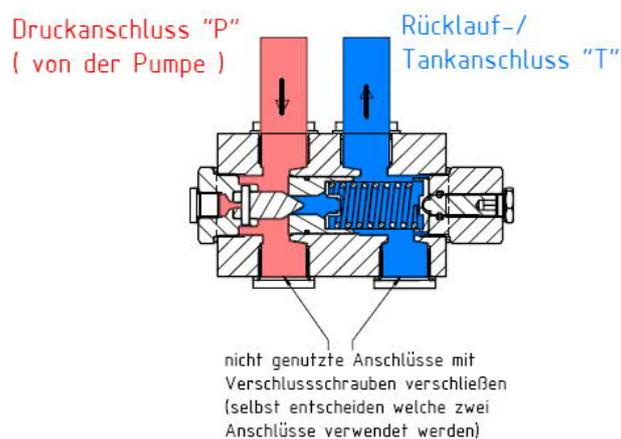
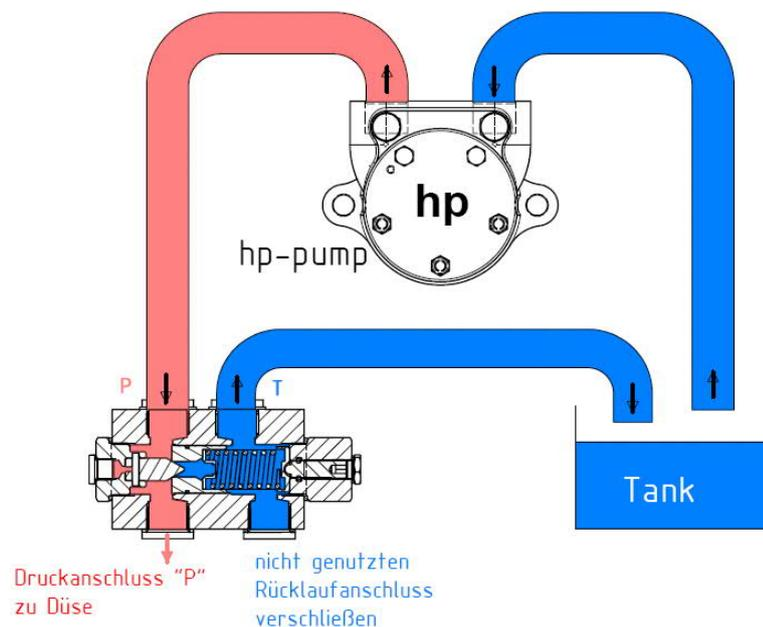

Abb.2 Einstrangsystem
Abb.3 Zweistrangsystem
- Das Überströmventil kann im Einstrangbetrieb als max. Druckregler betrieben werden (Abb.2) oder im Zweistrangbetrieb den Systemdruck steuern (Abb.3).